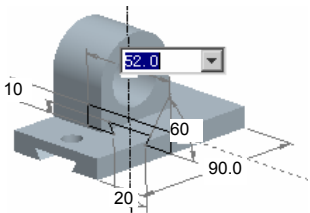

图 5.9.3 修改尺寸
Step2. 在弹出的图 5.9.3 所示的文本框中，输入新的尺寸，并按回车键，模型立即发生改变。